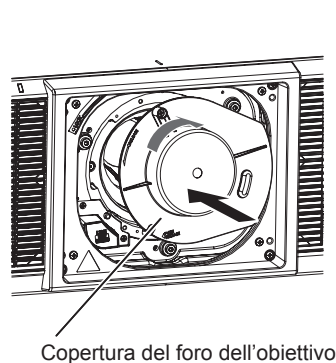

Fig. 2
3) Collegare la copertura del foro dell'obiettivo in dotazione. (Fig. 2)